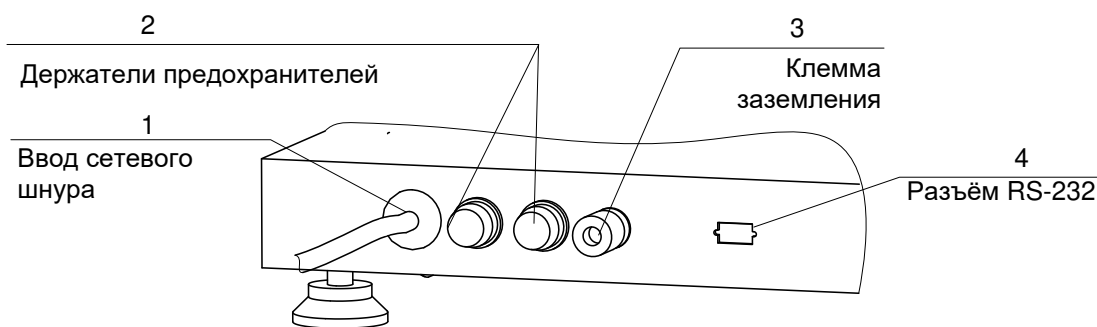

Рисунок 2 – Задняя стенка основания
На задней стенке основания (рисунок 2) находятся: **ввод сетевого шнура 1**, **держатели предохранителей 2**, **клемма 3 заземления аппарата**, и **разъём 4** для подключения аппарата к ПК по интерфейсу RS-232.
- 2) Клемма «**Земля**» на задней панели аппарата (рисунок 2, страница 4) должна быть подключена к внешней заземляющей шине.